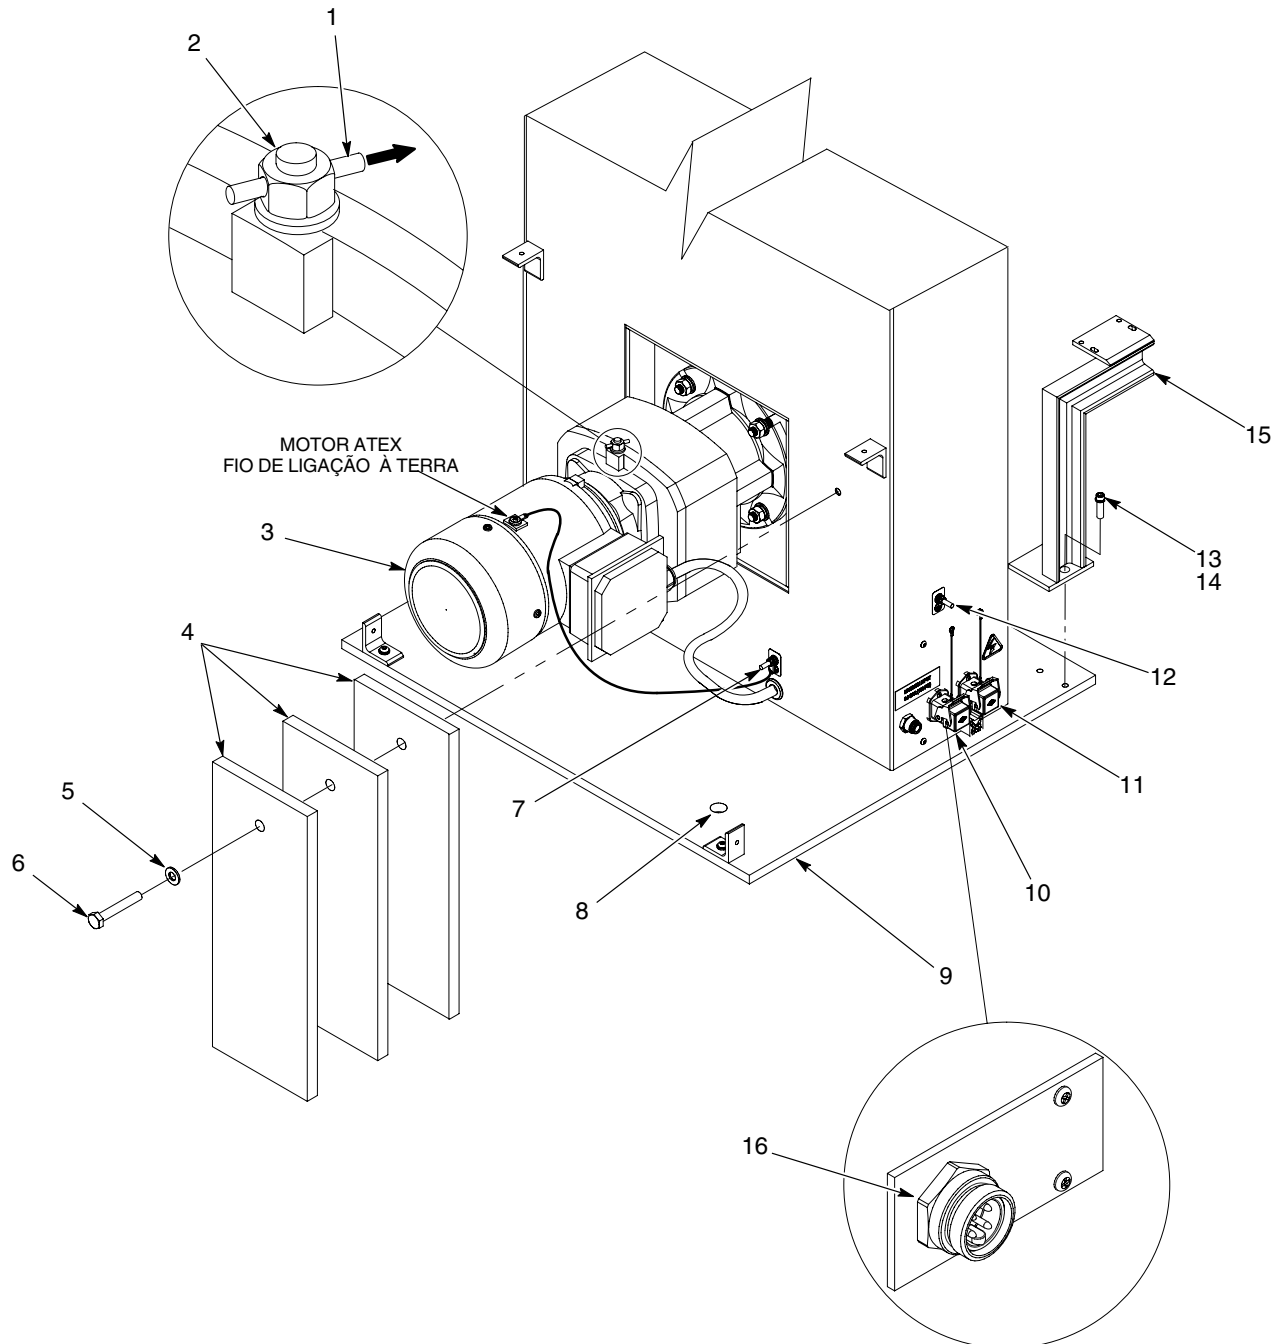

Figura 3 Instalação
- b. Consulte a figura 3. Instale os contrapesos (4) no oscilador usando o parafuso (6) e anilhas de segurança (5). Aperte bem o parafuso.
2. Se montar o reciprocador no chão ou num suporte fixo, use os furos de montagem (8) existentes. Se for necessário, faça novos furos na base ou no chão. Utilize dispositivos de fixação dimensionados adequadamente para fixar o reciprocador.
3. Remova o tampão de borracha (1) do respiradouro de pressão (2).
4. Instale o suporte de cabos (15) na base do oscilador (9) usando os parafusos (13) e as anilhas de segurança (14). Aperte bem os parafusos.
Consulte a figura 3. Ligue o oscilador a uma verdadeira ligação à terra usando o terminal de terra (6). Teste a ligação à terra e verifique se ela cumpre os requisitos dos códigos locais.
**APENAS MOTOR ATEX:** se o oscilador tem um motor ATEX, verifique se o fio de ligação à terra do moto-redutor está ligado ao terminal de terra (7).
- a. Consulte a figura 3. Ligue o cabo de alimentação fornecido pelo cliente do controlador do sistema para o conector (10).